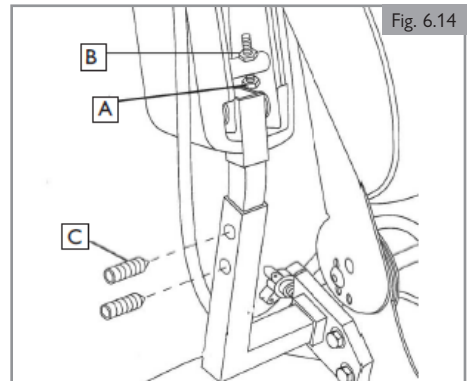
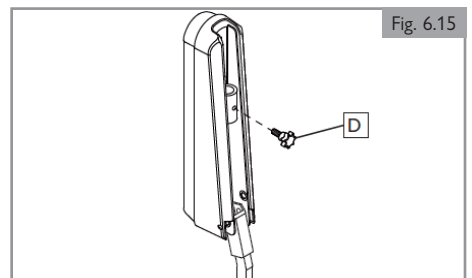

Fig. 6.14
Fig. 6.15
1. Soulevez l'accoudoir vers le haut perpendiculairement au sol. Soulevez ou abaissez l'accoudoir à la hauteur souhaitée. (Fig. 6.14)
2. Desserrez le contre-écrou (A).
3. Tournez la vis de réglage (B) pour soulever ou abaisser l'avant de l'accoudoir.
4. Serrez le contre-écrou (A) pour bloquer la vis de réglage en place.
5. Lorsque vous avez terminé, vérifiez à la main que la manette de l'accoudoir (D) est bien serrée. (Fig. 6.15)